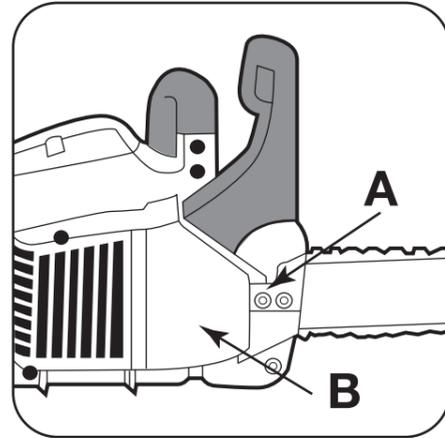

Figura 1
1. Quite las tuercas (A) de retención de la barra guía y el alojamiento (B) de la placa de cubierta. Vea en el Manual del operador los detalles del tipo y modelo de su motosierra (Figura 1).